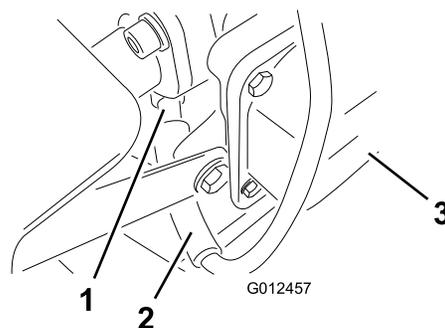

Figura 28
6. Scollegate il cappellotto dalla candela (Figura 28).
8. Togliete la candela e la rondella metallica (Figura 28).
3. Collegate il cappello alla candela (Figura 28).